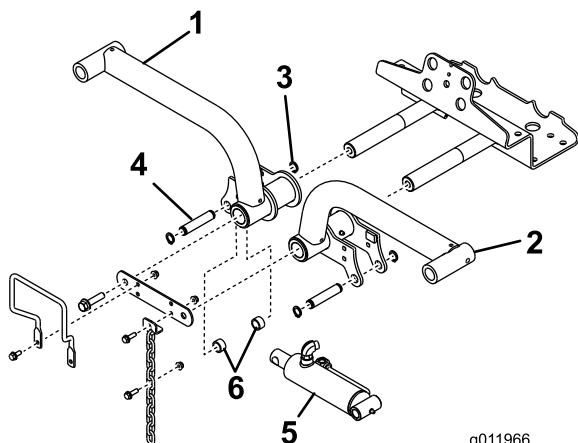

Рисунок 15
4. Вставьте подъемные рычаги в оси поворота подъемных рычагов (Рисунок 15) и закрепите каждый с помощью ранее снятых тяг оси поворота подъемного рычага и болтов.
2. Стопорное кольцо 5. Разделители (2)
6. Прикрепите правый конец подъемного цилиндра к правому подъемному рычагу с помощью штифта и двух разделителей (Рисунок 15). Закрепите с помощью стопорного кольца.